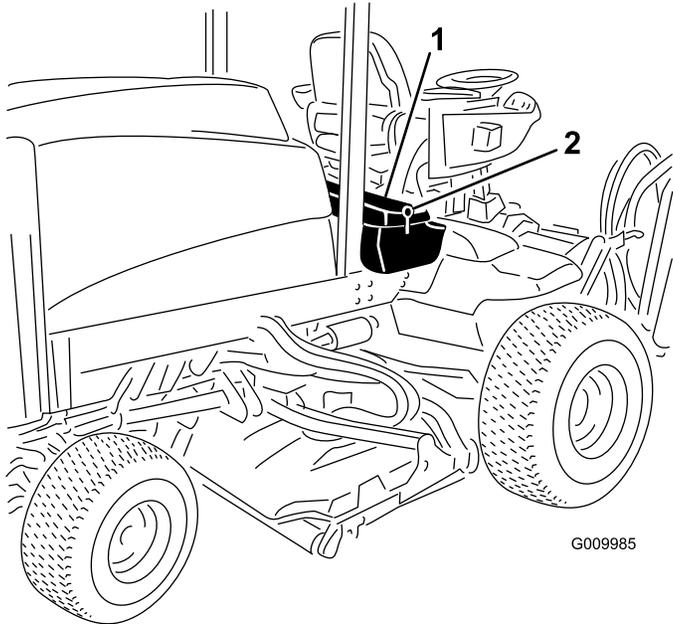

Рисунок 51
1. Откройте защелки и поднимите панель консоли оператора (Рисунок 51).